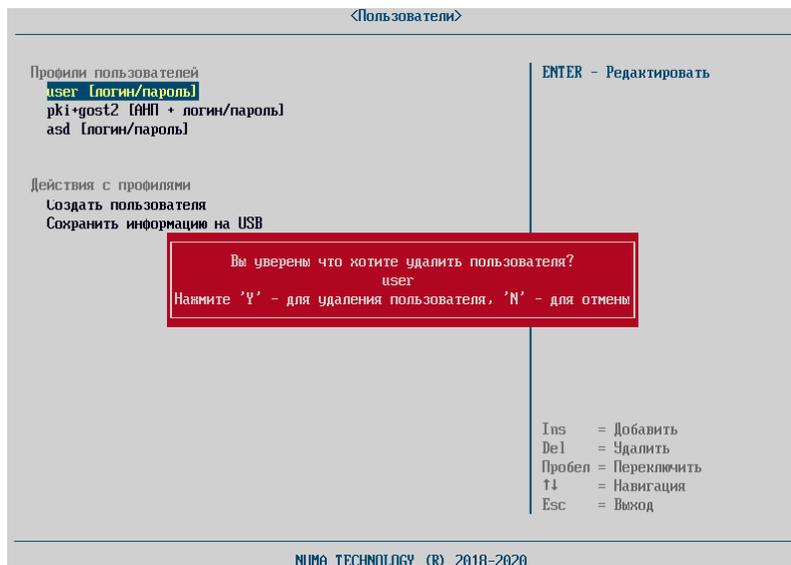

Рисунок 71 – Вид операции подтверждения удаления пользователя
- в диалоге запроса на подтверждение удаления выбрать клавишу «Y» для удаления пользователя или клавишу «N» для отмены (см. рисунок 71).